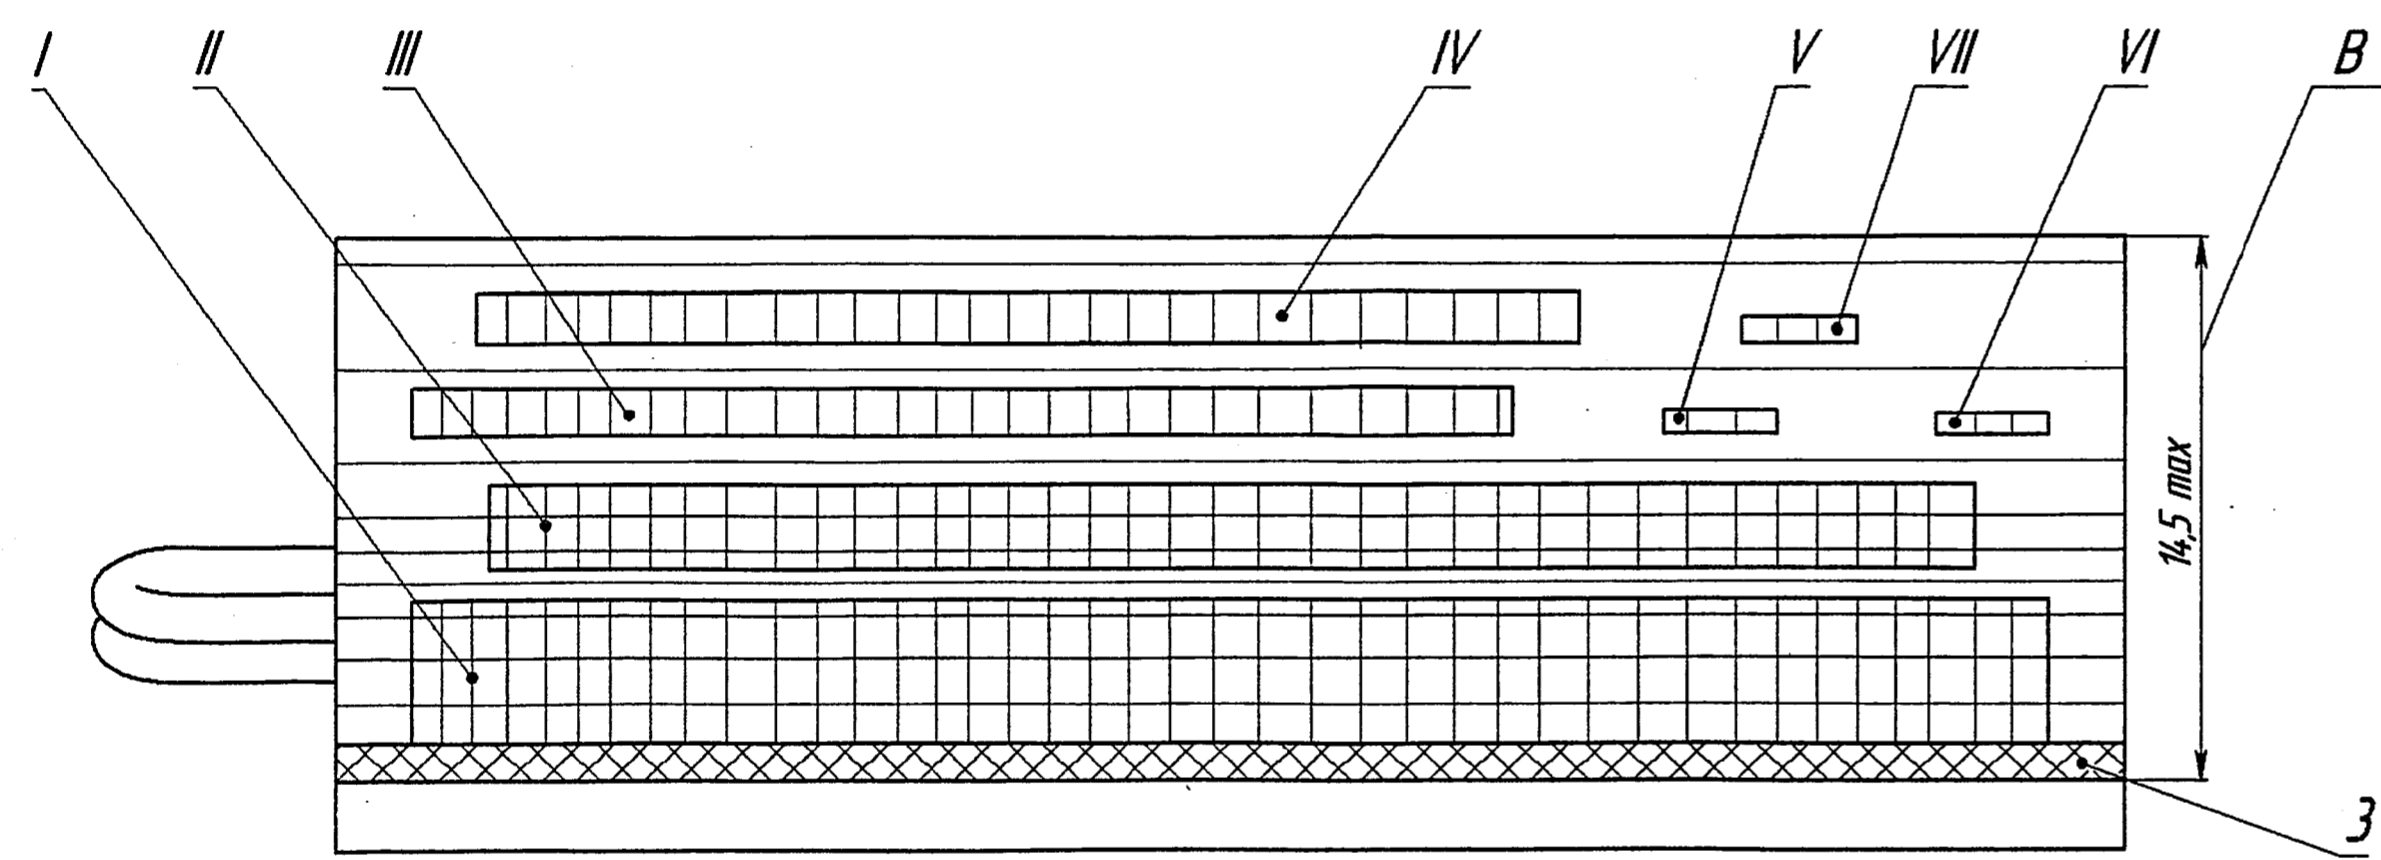

Рис. 1
2. Технические требования по ОСТ4 ГО.075.200. Обмотки I и II открытые многослойные виток к витку, обмотки III-VII открытые однослойные виток к витку. Обмотки III, V, VI, IV, VII, расположенные в одном слое, выполнять по черт.2. Расстояние между обмотками, располагаемыми в одном ряду, не менее 4 мм. Зазоры между обмотками, дортики у обмоток и выравнивание высоты обмоток выполнять бумагой поз.10. Выводы обмоток I-VII выполнять по черт.11 Приложения 3 без изоляционной трубки. Заделку выводов обмоток I-VII производить после наложения изоляции сверху обмотки VII с применением ниток поз.12 и клея ВС-10Т ГОСТ 22345-77. Выводные концы обмоток I, III-VII заделывать на деталь поз.1 для обмоток I, III, IV - по черт.28б Приложения 3, для обмоток V-VII - по черт.28а Приложения 3. Выводные концы обмотки II, выполненные двойным проводом, заделывать по Рис.1 и виду А. Лепестки изолировать по черт.27а Приложения 3. Под лепестки и между лепестками положить бумагу поз.10-4 слоя. Верхняя и нижняя торцевая изоляция выводных концов обмоток бумага поз.10-2 слоя. Неуказанные расстояния между выводами катушки не менее 3 мм. Изоляция мест паяк бумага поз.10-2 слоя.